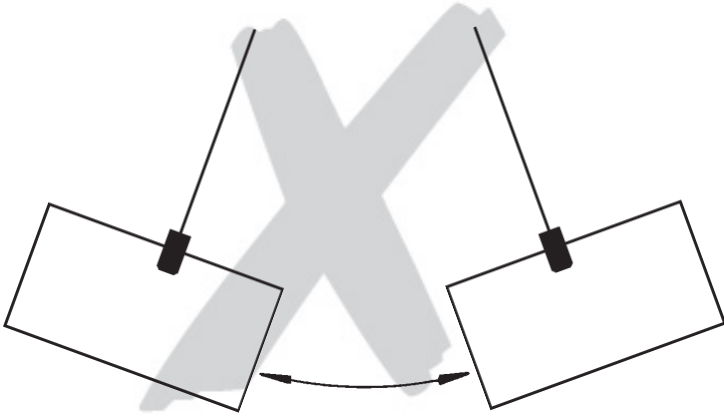
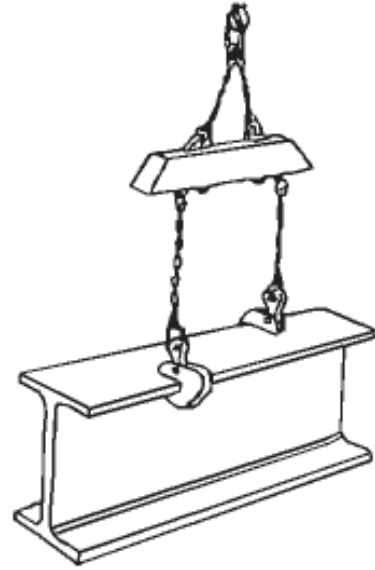

Fig. 1
Fig. 2
- Si se van a transportar vigas o perfiles largos, de pueden usar dos garras (Fig. 2) para prevenir el giro de la carga (Fig. 1). Seleccione los accesorios de elevación de forma que la inclinación lateral no exceda de 15°. Si la aplicación requiere una distancia mayor entre las garras, se puede usar un balancín que sea adecuado para ello.
- Cuando se transporten cargas asegúrese que no se balancean (Fig. 1) o que no entran en contacto con otros objetos.